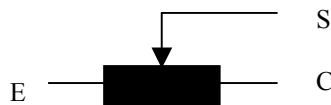

Figura 2. Autotransformador
El autotransformador.- Es un elemento regulador de tensión, en el que hay una borne de entrada (E), una común para la entrada y salida (C), y otra para la salida (S), que es el eje o cursor. Las tensiones de entrada se aplican entre E y C, obteniéndose la salida entre S y C.(figura 2.)